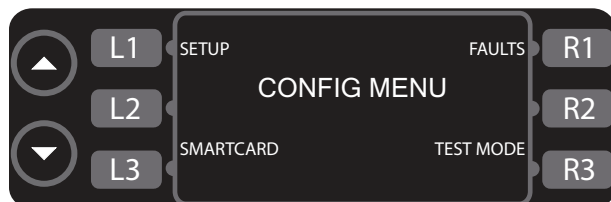
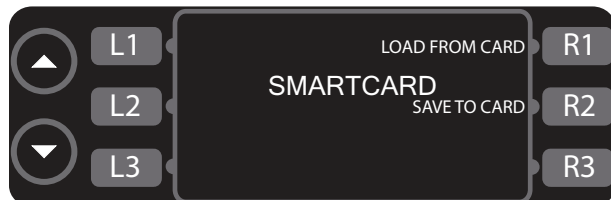

Figura 11: Modo Config
Figura 12: Pantalla de tarjeta inteligente
El CONFIG MODE [modo config] (Figura 11) sirve para cuatro fines principales:
1. Presione L3 (Figura 11) para acceder a la pantalla de tarjeta inteligente (Figura 12).
- Presione R1 para cargar un menú desde la tarjeta inteligente al horno (Figura 12).
- Presione R2 para guardar un menú desde el horno a la tarjeta inteligente (Figura 12).
En el CONFIG MODE [modo config] (Figura 11), presione R1 para acceder a la pantalla recuentos de fallas (Figura 15). El horno mostrará el número de fallas que han ocurrido.
En el CONFIG MODE [modo config] (Figura 11), presione L1 para acceder al SETUP MODE [modo configuración]. El SETUP MODE [modo configuración] permite al usuario personalizar varios ajustes del horno - vea a continuación más detalles.